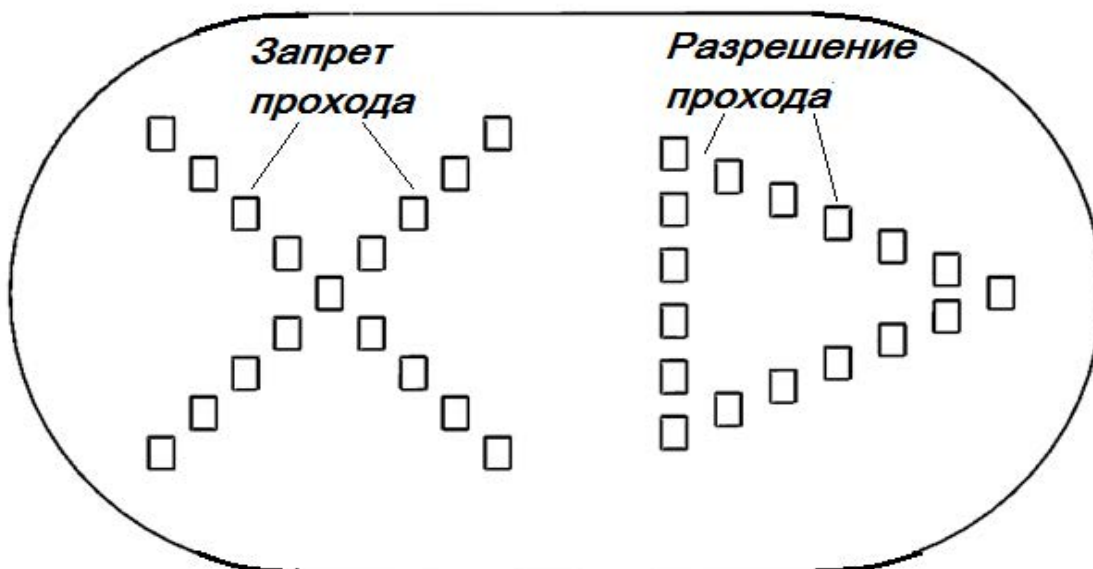
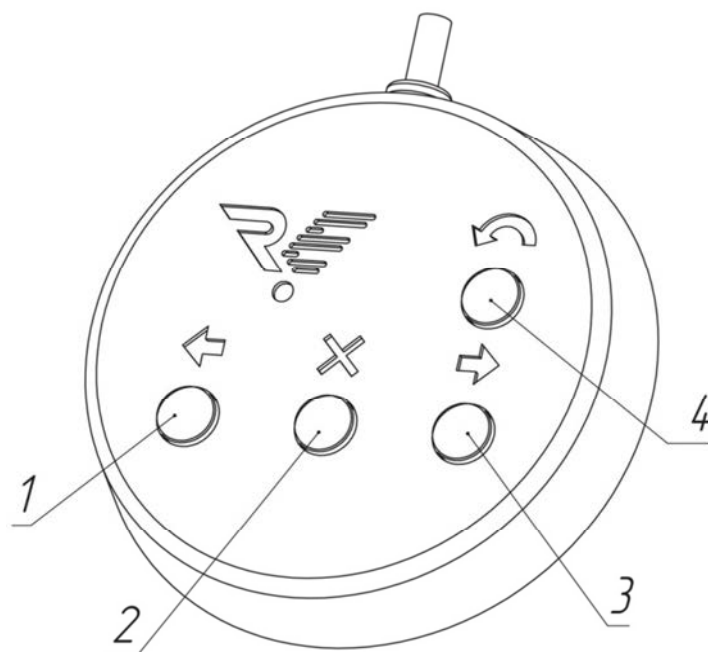

Рис. 2. Внешний вид панели индикации
Рис. 3. Внешний вид пульта управления
Панель индикации турникета расположена на верхнем модуле турникета под вставкой из акрилового стекла. Режимы работы турникета отображаются на панели в виде мнемонических знаков разрешения и запрещения прохода (рис. 2).
Корпус ПУ выполнен из шлифованной нержавеющей стали. На лицевой стороне расположены кнопки управления 1 - 4 и светодиодные индикаторы режимов работы пульта (рис. 3). Стандартная длина кабеля, поставляемого в комплекте, составляет 5 метров.
3. Включите источник питания турникета, на двух панелях индикации турникета (рис. 2) загорится красный крест, запрещающий проход, на ПУ светодиодный индикатор кнопки 2 (рис. 3) загорится красным. Загорятся лампы подсветки зоны прохода.
Турникет имеет несколько режимов работы. Включение нужного режима осуществляется с помощью ПУ или СКУД. Индикация режимов работы отображается на панели индикации в виде мнемонических знаков разрешения и запрещения прохода. Работа со СКУД рассмотрена в Инструкции по монтажу. В данном разделе будет рассмотрена работа с ПУ. Внешний вид ПУ представлен на рис. 3